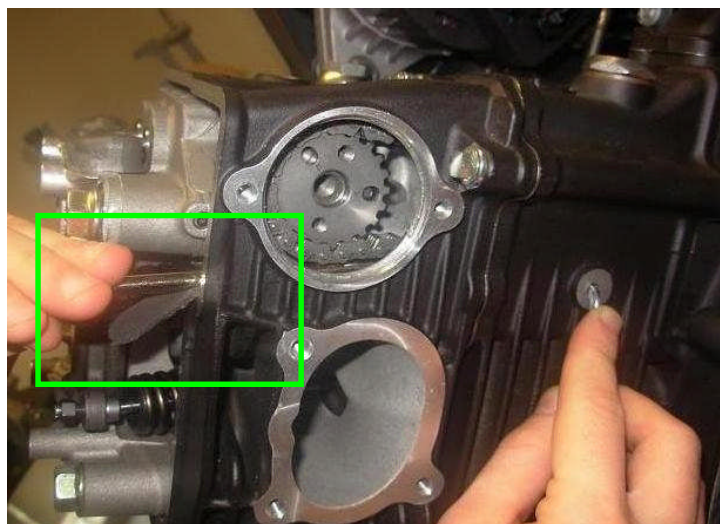

Fig. 3
- 5) Comprimir (para aflojar la tensión de la cadena de la distribución) el tensor de la cadena izquierdo. Para eso, utilizar un destornillador largo, colocar una goma de protección entre el destornillador y la culata, intervenir entre el patín y la cadena empujando hacia abajo el destornillador (ver el recuadro de la fig. 3), luego introducir un pasador (por ejemplo se puede utilizar una llave hexagonal de 4 mm) en el orificio de liberación del tensor de la cadena, para mantenerlo comprimido. (fig. 3) **(en circulación y en stock)**